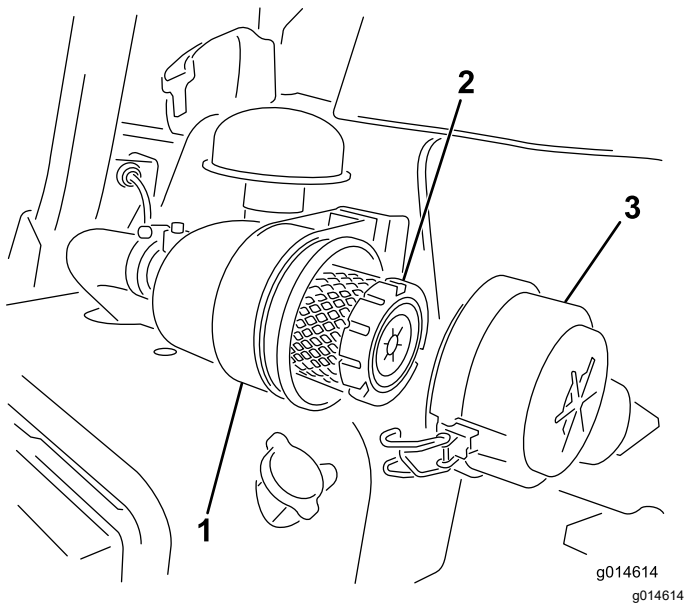

图 28
1. 松开将空气滤清器盖固定到空气滤清器壳体上的搭扣 图 28。
7. 固定搭扣 (图 28)。